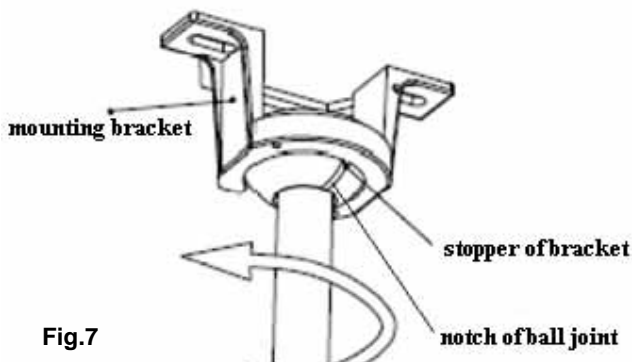

Fig.7
1. Enlever l'assemblage de ventilateur au support de montage Fig.7